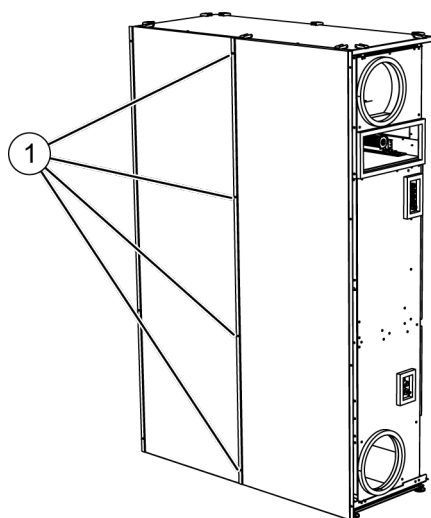

Abb. 40: Verkleidungen verschrauben
- 29.** ▶ Linke und rechte hintere Verkleidung miteinander verschrauben (Abb. 40/1).